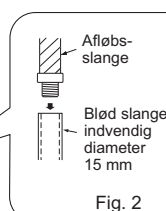

Fig. 2
- Hvis indendørsenhedens medleverede afløbsslange er for kort, skal den tilsluttes den afløbsslange (I), som skal være tilgængelig på installationsstedet. (Fig. 2)